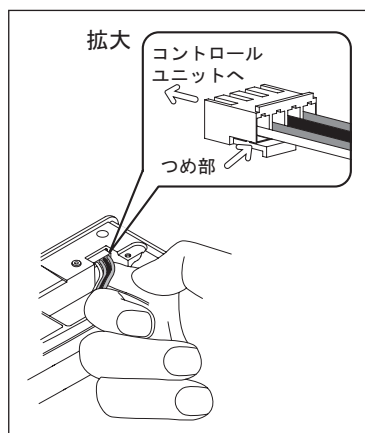

図 8
- 5) コネクタを外す際は、コネクタの根元近くのつめ部を押しながらか取り外してください。(図 8)